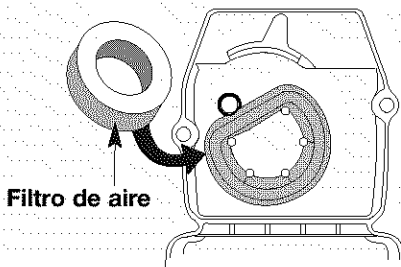

Fig. 14
2. Saque el filtro de aire de atrás de la cubierta del filtro de aire / silenciador (Fig. 14).
6. Vuelva a colocar el filtro de aire en la cubierta del filtro de aire / silenciador (Fig. 14).